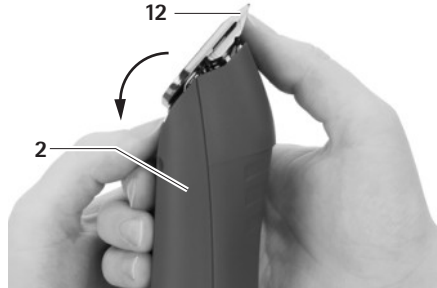

図 4
- カッターヘッド 12 を前へ返します、を参照してください図 4。